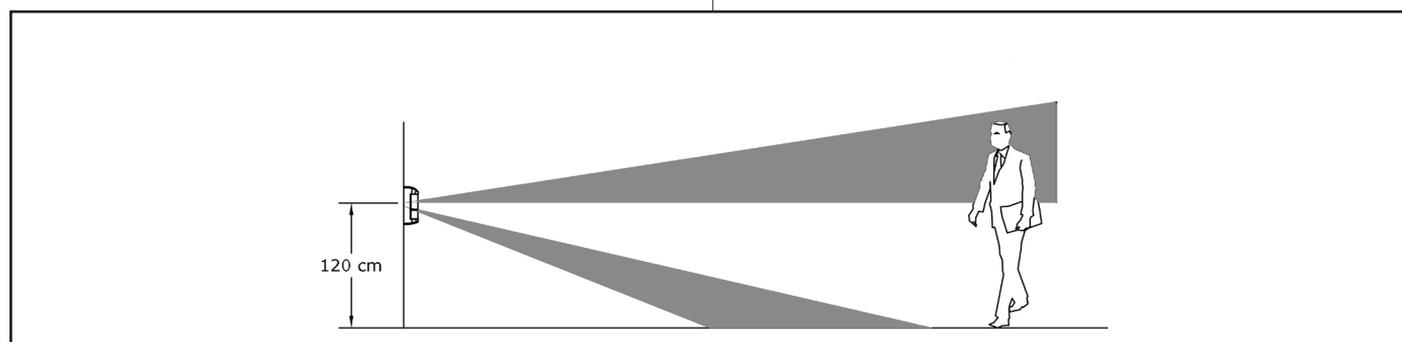

Fig. 22
**Attenzione:** le illustrazioni fanno riferimento alla modalità di funzionamento in AND, se si decide di utilizzare impostazioni diverse (vedere par. 2.3.5, DIP Switch 3 e 4 in ON) si hanno allarmi anche negli esempi in fig. 22 e 23.
**Warning:** the examples are referred to the AND set up. In case of different set up (see para. 2.3.5, DIP Switches 3 and 4 in ON position) alarms are enabled also in the previous examples (see fig. 22 and 23).